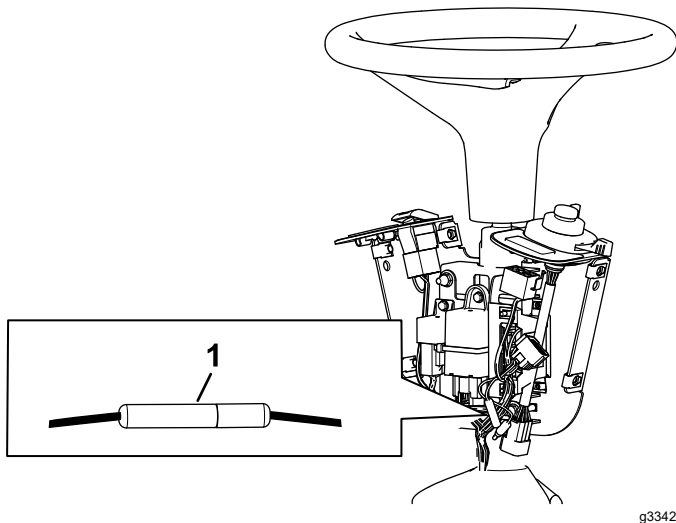

Figura 10
11. Conecte los conectores bala como se muestra en la Figura 10.